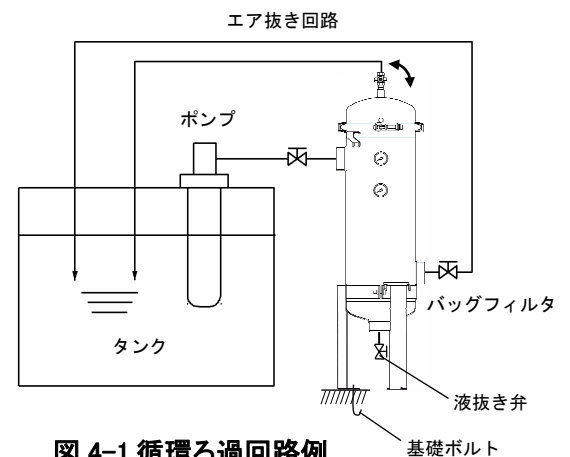

図 4-1. 循環ろ過回路例
- ・ フィルタに対する圧力及び流量変動の少ない回路(図 4-1 参照)で使用してください。